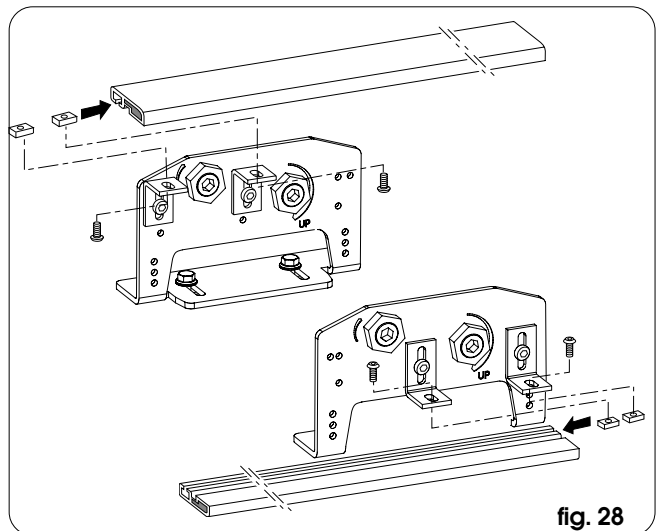

fig. 28
- Fixer, avec les vantaux ouverts, les tiges d'actionnement sur les chariots avec les vis tirantes M5 fournies (fig. 28) de façon à ce que la patte d'attache correspondante sur la courroie soit adjacente à la poulie (de renvoi ou moteur);
- Fixer, avec le vantail fermé, la tige d'actionnement sur le chariot avec les vis tirantes M5 fournies (fig. 28) de façon à ce que la patte d'attache correspondante sur la courroie soit adjacente à la poulie (de renvoi ou moteur);